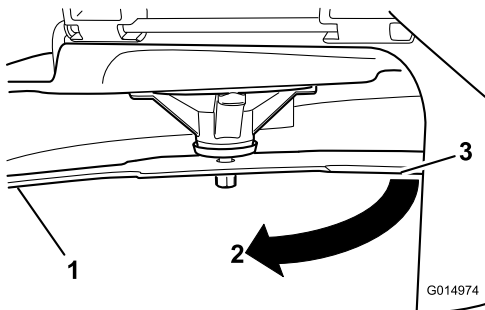

Figura 57
3. Segunda distancia medida entre cuchilla y superficie (B)
4. Gire la misma cuchilla 180 grados de manera que el otro extremo esté en la misma posición (**Figura 57**).